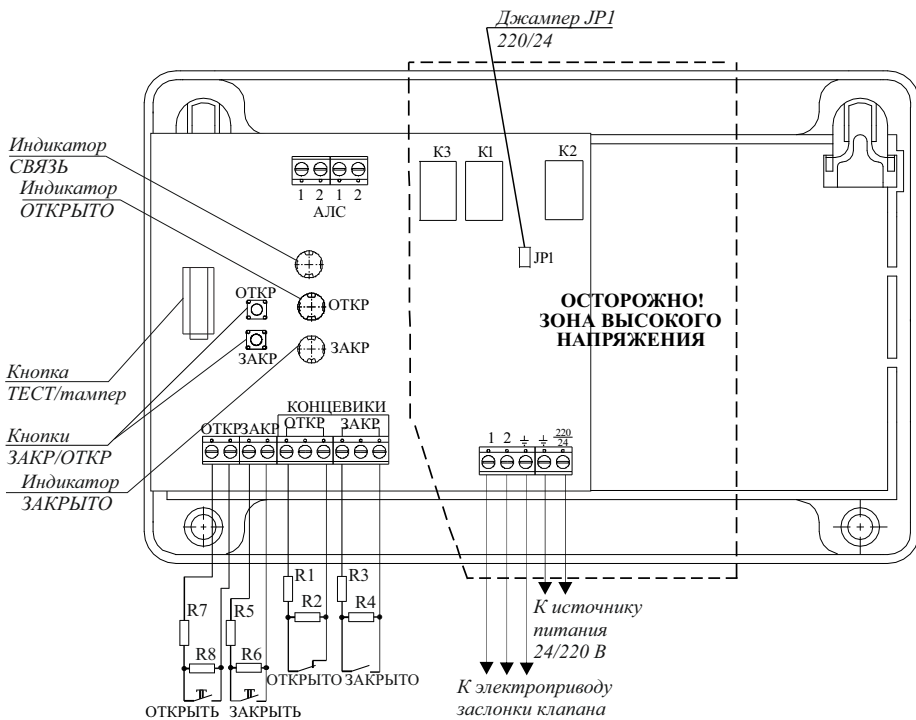

Рисунок 1
Выбор напряжения питания электропривода осуществляется джампером JP1 (рисунок 1).
- 4.5 Джемпер JP1 – переключатель напряжения питания электропривода (рисунок 1).